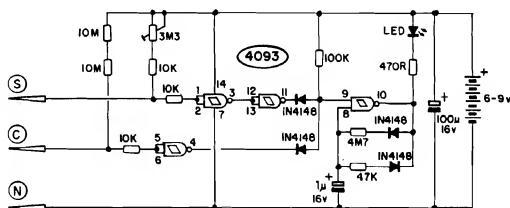

Fig.1
- FIG. 1 - O CIRCUITO - O diagrama mostra, "de cara", que apesar das relativas sofisticções no seu funcionamento e automatismo, o circuito do ROJA não